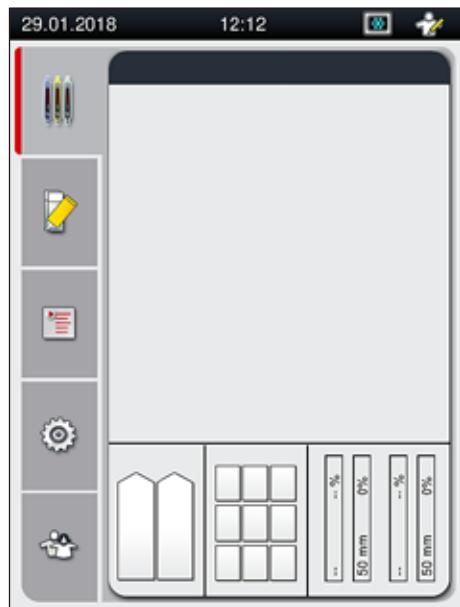

図12
7. 初期化終了後に、メインメニュー (→ 図12) が表示されます。